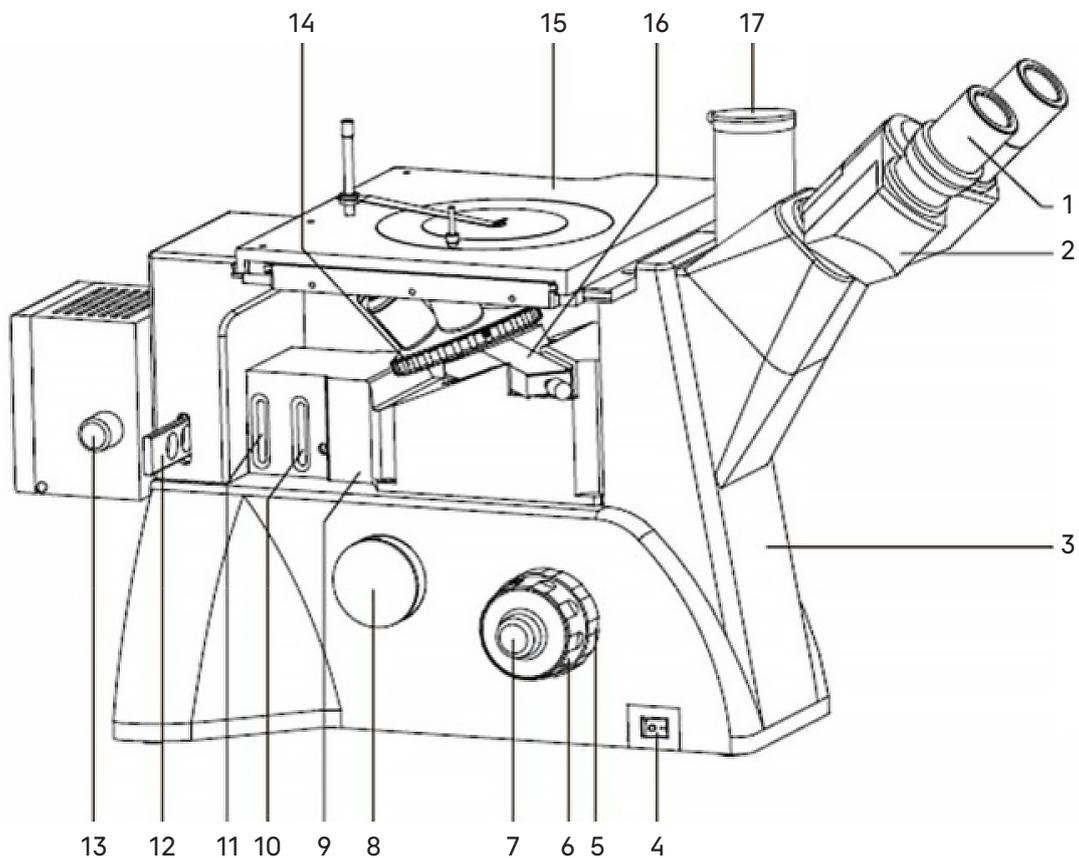
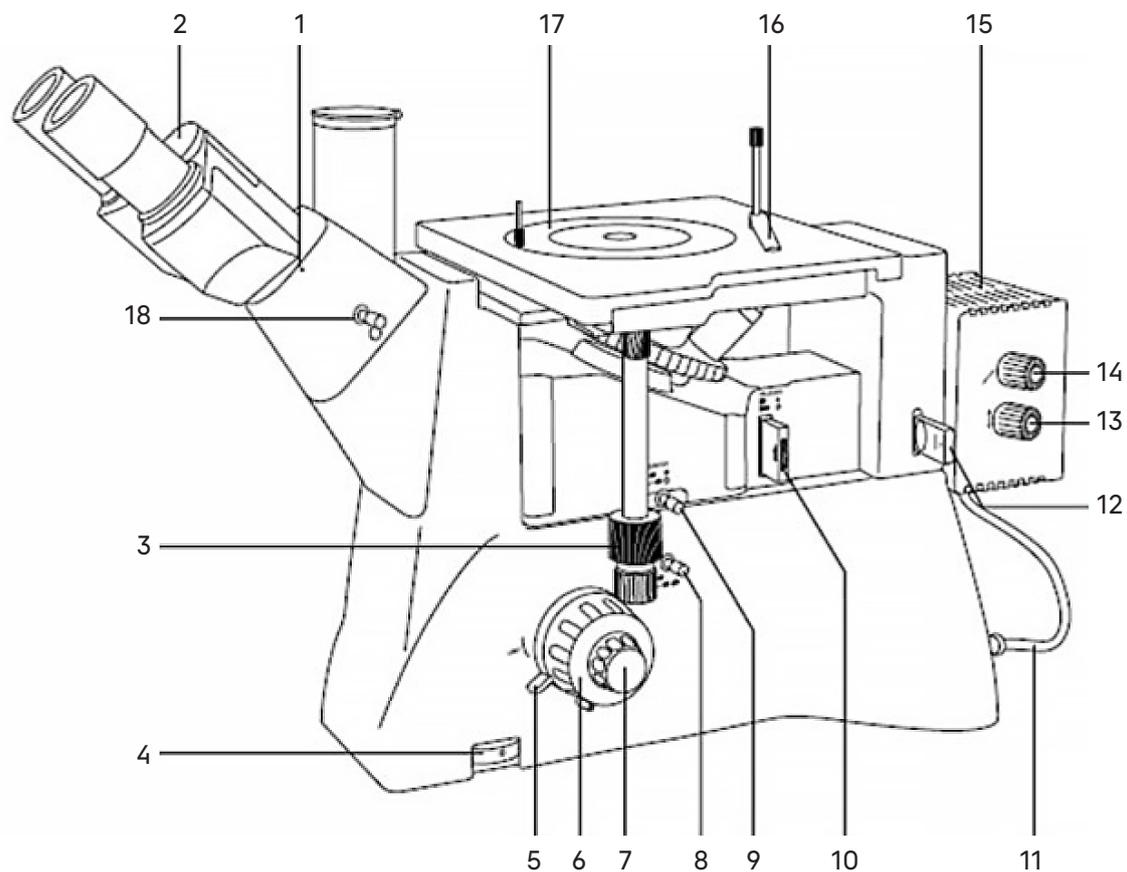

Рис. 1. Микроскоп MAGUS Metal V700 DIC. Вид слева
Рис. 2. Микроскоп MAGUS Metal V700 DIC. Вид справа
Общий вид микроскопа представлен на рис. 1 и 2.
На штативе 3 (рис. 1) закреплены:
- револьверное устройство 14 (рис. 1) с объективами;
- предметный столик 15 (рис. 1);
- тубусы визуальной насадки 2 (рис. 1);
- фонарь лампы 15 (рис. 2).
На левой боковой поверхности штатива расположен выключатель 4 (рис. 1) сетевого напряжения. В положении «←» включается, а в положении «0» выключается сетевое напряжение.
На правой боковой поверхности штатива расположен диск 4 (рис. 2) для регулировки напряжения питания источника света.
На левой боковой поверхности штатива расположен канал визуализации 8 (рис. 1) для установки камеры. Микроскоп укомплектован адаптером C-mount, который устанавливается в этот канал и закрепляется в нем винтом. На адаптер устанавливается камера. Камера служит для вывода изображения на экран компьютера или монитор/телевизор.
Фокусировка на объект осуществляется перемещением по высоте револьверного устройства с объективами. Грубая фокусировка производится вращением коаксиальных рукояток 6 (рис. 1, 2), расположенных по обеим сторонам штатива.
Тонкая фокусировка производится вращением рукояток 7 (рис. 1, 2), расположенных по обеим сторонам штатива. Тонкая фокусировка требуется для более точного фокусирования на объект и для подфокусировки микроскопа на резкость изображения при смене объективов и препаратов. Цена деления тонкой фокусировки – 2 мкм.
Механизм регулировки жесткости хода грубой фокусировки 5 (рис. 1) – кольцо между штативом и рукояткой грубой фокусировки с левой стороны. С помощью кольца регулируется жесткость хода грубой фокусировки так, чтобы жесткость была комфортной для пользователя, но при этом револьверное устройство с объективами не опускалось самопроизвольно во время работы.
Механизм блокировки грубой фокусировки 5 (рис. 2) расположен с правой стороны. После завершения грубой фокусировки рекомендуется перевести рычаг в крайнее положение в направлении по часовой стрелке. Таким образом закрепится положение грубой фокусировки для быстрой рефокусировки после смены препарата.
Тринокулярная визуальная насадка обеспечивает визуальное наблюдение изображения объекта. Насадка закреплена на штативе 3 (рис. 1). В гнездо насадки устанавливается блок окулярных тубусов 2 (рис. 1) и закрепляется винтом 1 (рис. 2). При установке поверните тубусы вверх или вниз для удобства наблюдения.
Изменение межзрачкового расстояния в насадке осуществляется разворотом окулярных тубусов в пределах 48–75 мм. Значение расстояния, установленного в соответствии с глазной базой наблюдателя, отсчитывается по шкале 2 (рис. 2) на насадке.
В вертикальный тубус 16 (рис. 1) корпуса визуальной насадки (канал визуализации) с помощью переходника C-mount устанавливается система визуализации с монитором. Переключение светового потока на вертикальный тубус производится рукоятками 8 (рис. 2) и 18 (рис. 2). Рукоятка переключения светового потока на вертикальный канал визуализации 18 (рис. 2) имеет два положения: 100/0 и 50/50.
В комплект микроскопа входят окуляры 1 (рис. 1). Окуляры имеют высокое положение выходного зрачка и предназначены для работы как в очках, так и без них.
Револьверное устройство 14 (рис. 1) обеспечивает установку пяти объективов. Смена объективов производится вращением револьверного устройства за конусную рифленую поверхность до фиксированного положения.
Встроенные полевая и апертурная диафрагмы отцентрированы в оптической оси на заводе-изготовителе и дополнительной центрировки не требуют. Если появится необходимость, диафрагмы можно отцентрировать регулировочными винтами. Раскрытие/закрытие полевой и апертурной диафрагм производится вращением кольца 10 (рис. 1) и кольца 11 (рис. 1) соответственно.
Двухкоординатный механический предметный столик 15 (рис. 1) закреплен на штативе. Перемещение столика осуществляется рукоятками 3 (рис. 2).
На задней стенке штатива микроскопа находится соединительный переходник. На него устанавливается фонарь галогенной лампы 15 (рис. 1).
Регулировка положения лампы относительно оси осуществляется рукоятками 13, 14 (рис. 2).
Регулировка положения лампы относительно коллектора осуществляется рукояткой 13 (рис. 1).
Для проведения наблюдений в поляризованном свете микроскоп оснащен устройством простой поляризации, которое включает в себя съемные анализатор 9 (рис. 2) и поляризатор 10 (рис. 2). Поляризатор вращается в диапазоне 0–360°. Анализатор выполнен в виде пластины и не оснащен поворотным диском.
В комплект микроскопа входит слайдер со светофильтрами 12 (рис. 2). Слайдер имеет 5 положений: желтый, синий, матовый, зеленый фильтры, а также свободное отверстие. Светофильтры помогают правильно настроить цветопередачу в зависимости от образца исследования, улучшить цветовой баланс и повысить контрастность и яркость изображения.
Для проведения наблюдений методом ДИК микроскоп оснащен модулем ДИК 16 (рис. 1). Наблюдения проводятся с объективами 5х, 10х и 20х.